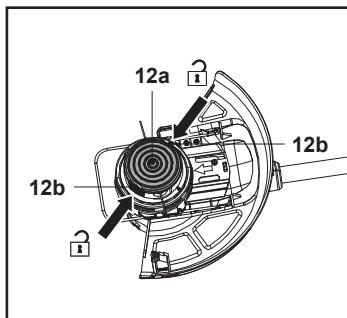

Fig. 22
2. Segure a cabeça do aparador (12) de forma estável com uma mão. Pressione os trincos de libertação (12b) em ambos os lados, levante a tampa (12a) e retire-a (Fig. 22).